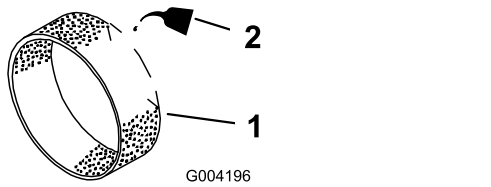

図 42
- 乾いたら新しいエンジンオイルを 3-60 ml 含ませる(図 42)。